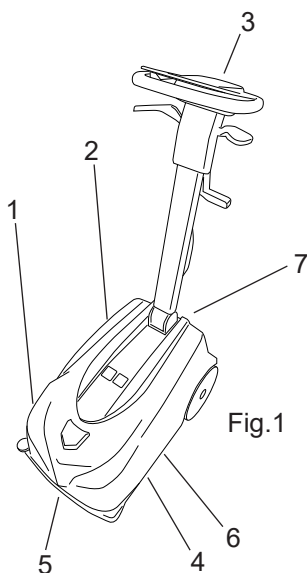

Fig.1
- Бак для воды/моющего средства (рис. 1 - поз. 1) предназначен для хранения и перевозки смеси чистой воды и чистящего средства;
- Бак грязной воды (рис. 1 - поз. 2) предназначен для сбора грязной воды, собранной с пола во время мойки.
- Панель управления (рис. 1 - поз. 3).
- Узел головной части (рис. 1 - поз. 4), основным элементом которого является щетка, которая распределяет моющий раствор по полу, удаляя грязь.
- Передний скребок (рис. 1 - поз. 5) предназначен вытирания и сушки пола, когда машина перемещается в сторону оператора.
- Задний скребок (рис. 1 - поз. 6) предназначен вытирания и сушки пола, когда машина перемещается вперед.
- Аккумулятор (рис. 1 - поз. 7).